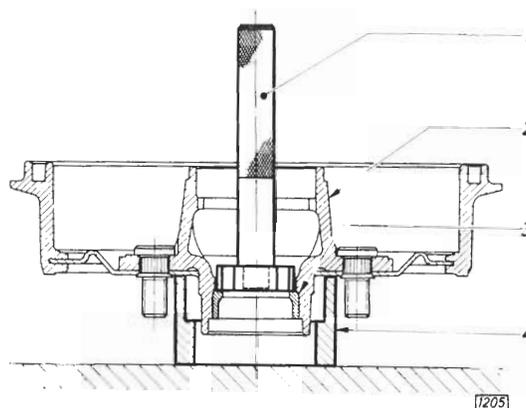

Bild 100 - Äußeren Laufring des äußeren Radlagers herauspressen
3. Äußeren Laufring (100/3) des äußeren Radlagers aus Vorderradnabe (100/2) herauspressen. Hierzu Dorn (100/1) mit aufgepreßter kleiner Druckplatte des Vorderradlager-Auspreßwerkzeuges S-1199 verwenden. Die Nasen der Druckplatte müssen sich in die Nuten der Nabe einsetzen. Die Vorderradnabe ist ebenfalls wieder auf die ausgedrehte Seite des Untersatzes SW-322 (100/4) aufzusetzen. Auspressen siehe Bild 100.